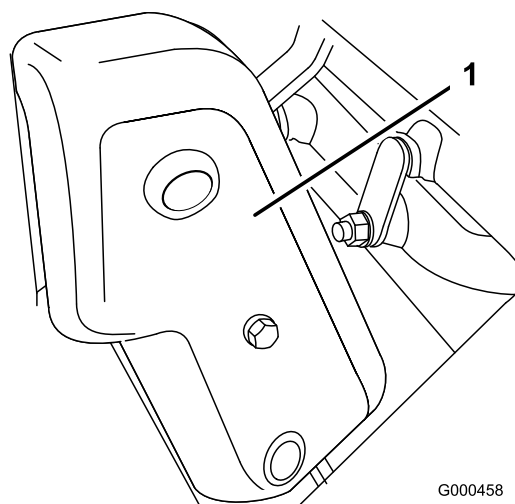

Figura 36
1. Retire a cobertura dos parafusos de montagem da correia e a cobertura da correia (Figura 36).